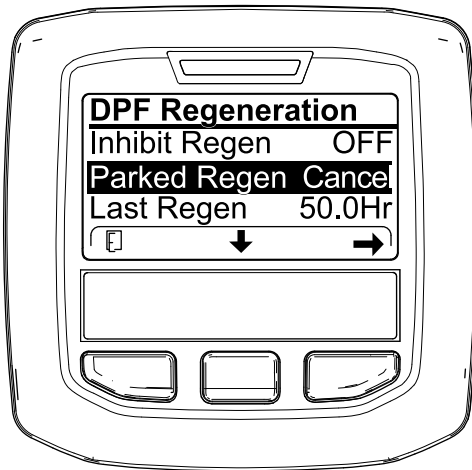
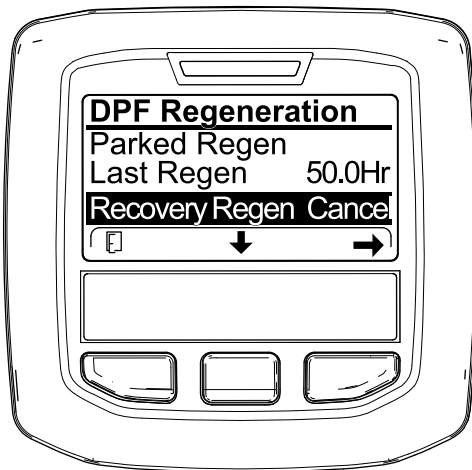

Figura 61
Figura 62
1. Aceda ao menu Regeneração do filtro de partículas de gásóleo (Figura 61).
2. Prima o botão central para ir até à opção CANCELAR REGENERAÇÃO EM ESTACIONAMENTO (Figura 61) ou CANCELAR REGENERAÇÃO DE RECUPERAÇÃO (Figura 62).
3. Pressione o botão direito para seleccionar a entrada Cancelar regeneração (Figura 61 ou Figura 62).